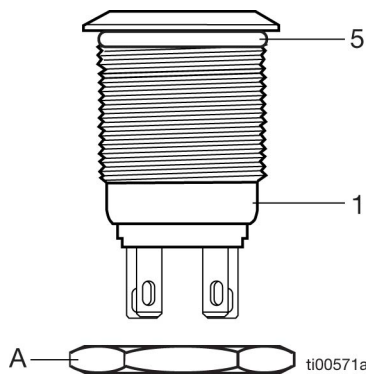

ABB. 1
3. Nehmen Sie die Sicherungsmutter (a) von Taster (1). Bringen Sie den O-Ring an (5) (ABB. 1).